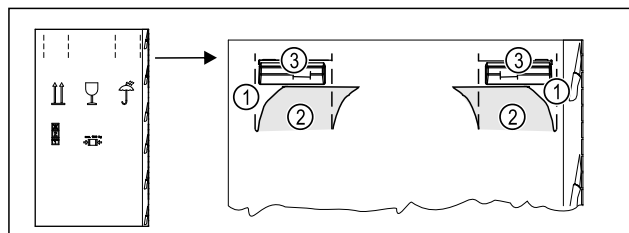

Fig. 5
- Druk het verpakkingskarton aan de bovenkant van de perforatie Fig. 5 (1) in.
- Trek de ingedrukte lipjes Fig. 5 (2) naar buiten.
- De draagbeugel Fig. 5 (3) is rechts en links zichtbaar.
- Houd het apparaat vast aan de draaggrepen Fig. 5 (3).